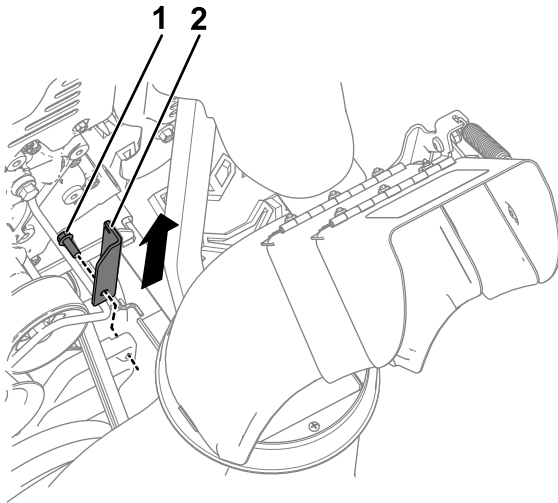

**Figuur 2**
3. Haak de veer van de bestaande tractieplaat (Figuur 2).